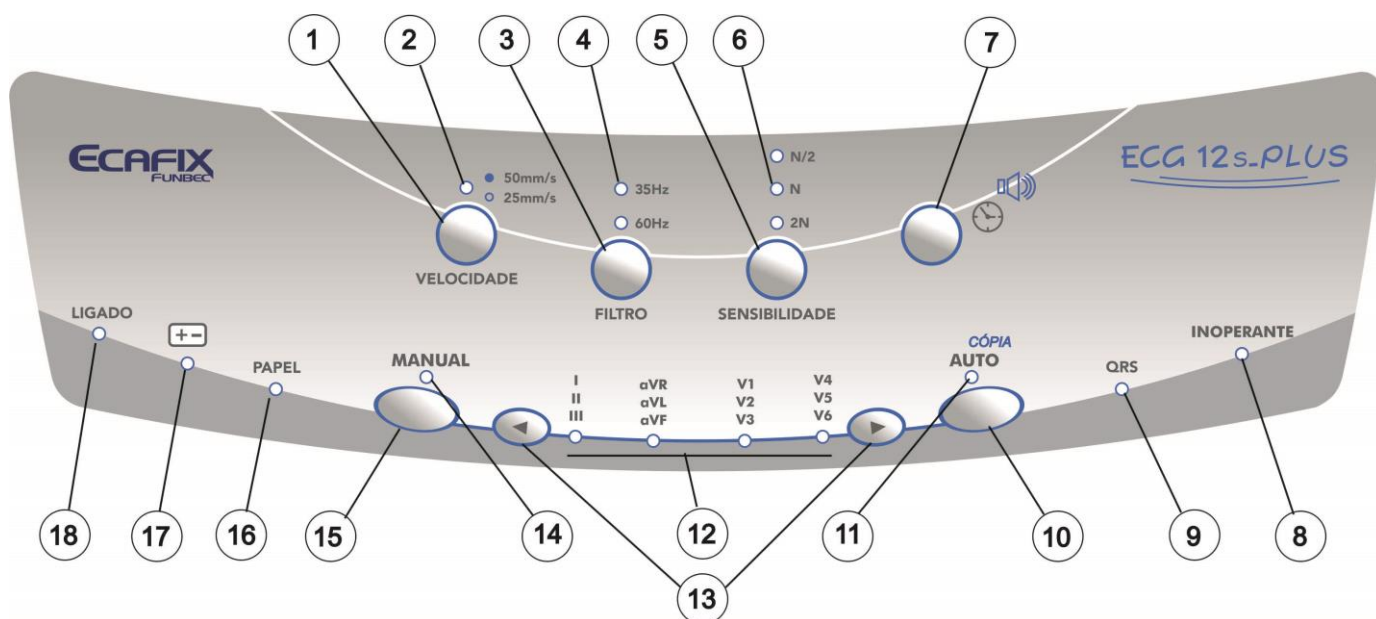

Fig. III.1.1 - Teclado
Ao ligar o equipamento, a luz indicadora de *equipamento* ligado (18 – Fig. III.1.1) acenderá. Acenderão também as luzes “N” e “I, II, III”, indicando o *ganho* e o grupo de *derivações* selecionados. O *equipamento* estará com seus modos de registro desativados, o que é caracterizado pelas luzes MANUAL (14 – Fig. III.1.1) e AUTO (11 – Fig. III.1.1) apagadas. O mecanismo e a cabeça térmica da impressora permanecerão inoperantes.
Para selecionar qual grupo será registrado, utilizar as teclas seta à direita e esquerda (13 - Fig. III.1.1).
- GANHO (SENSIBILIDADE) DA CURVA DE ECG: O ECG 12s possui três *ganhos* de traçado, para selecioná-los sequencialmente em N/2, N e 2N, pressionar a tecla SENSIBILIDADE (5 - Fig. III.1.1);
- VELOCIDADE DE REGISTRO DO ECG: O ECG 12s possui duas velocidades de registro (25 mm/s e 50 mm/s), para selecioná-las pressionar a tecla VELOCIDADE (1 - Fig. III.1.1);
de rede elétrica ou falta de aterramento. O *filtro* de 35Hz/0,15Hz deve ser utilizado em casos de tremor muscular do *paciente*, (o sinal aparece com interferências) e/ou instabilidade de linha base. Para ligar ou desligar os *filtros*, pressionar a tecla FILTRO (3 - Fig. III.1.1). A cada toque e sequencialmente eles serão desligados e ligados;
- SINAL SONORO DE DETECÇÃO DE COMPLEXO QRS: O ECG 12s possui um sinal (beep) sonoro para indicar a ocorrência de um complexo QRS. Para ligar ou desligar este sinal, pressionar a tecla CONFIG (7 – Fig. III.1.1).
O modo de registro manual, ativado e desativado pela tecla MAN (15 – Fig. III.1.1), permite o registro em papel térmico, dos sinais referentes ao grupo de *derivações* selecionado. Neste modo, os grupos de *derivações* deverão ser selecionados manualmente, através das teclas seta à direita e esquerda (13 – Fig. III.1.1).
O modo de registro automático, ativado e interrompido pela tecla AUTO (10 – Fig. III.1.1), permite a aquisição simultânea das 12 *derivações* por 4 segundos. Estas informações ficam armazenadas e, serão registradas em papel térmico no formato de quatro grupos de *derivações*, iniciando pelo grupo DI DII DIII e finalizando pelo grupo V4 V5 V6. Neste modo de registro, as teclas seta à direita e esquerda (13 – Fig. III.1.1) não terão função.